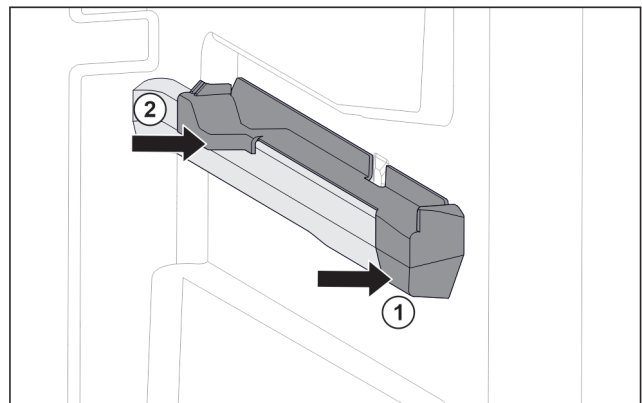

Fig. 124 Aufsteckteil auf der rechten Behälterrippe
- ▶ Aufsteckteil vorne an Behälterrippe ansetzen. Fig. 124 (1)
- ▶ Aufsteckteil hinten andrücken. Fig. 124 (2)